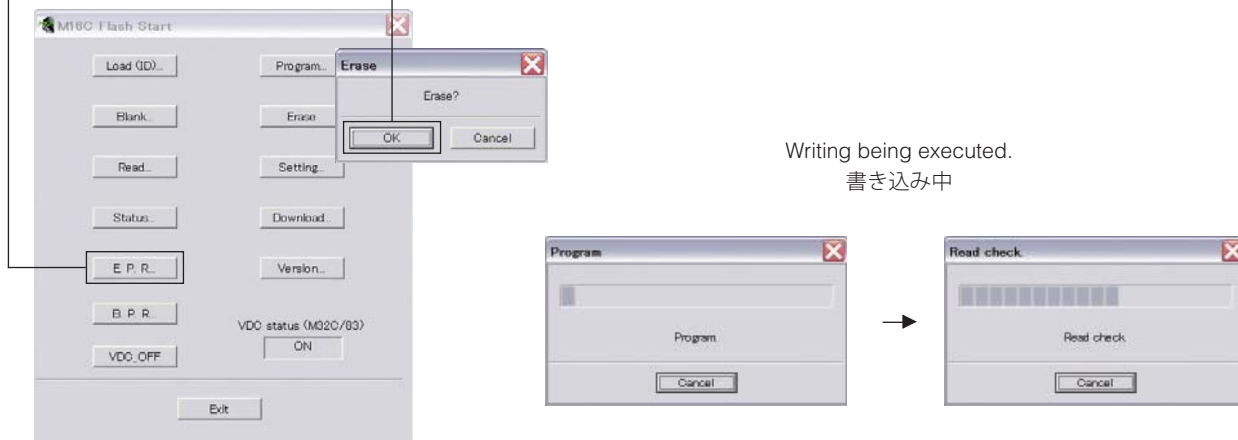

Fig. 7
6. Click [E.P.R.], the screen appears as shown below. (Fig. 7)
Click [OK] to start writing. (Fig. 7)
6. [E.P.R.] をクリックすると、下記の画面が表示されます。(Fig. 7)
[OK] をクリックし、書き込みを開始します。(Fig. 7)